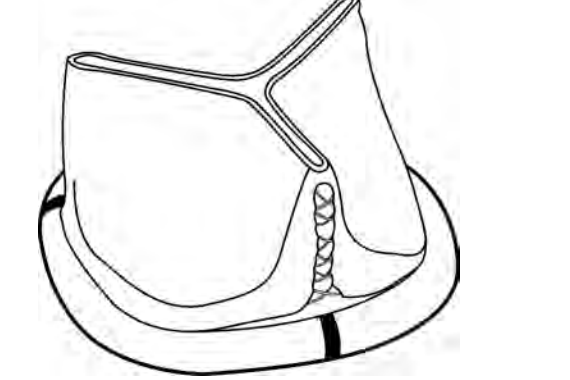

Рис. 6. Снимите поддерживающий воротник с держателя клапана.
2. Для удаления держателя клапана необходимо перерезать три фиксирующие нити, как показано на рис. 6, и снять рукоятку вместе с держателем.